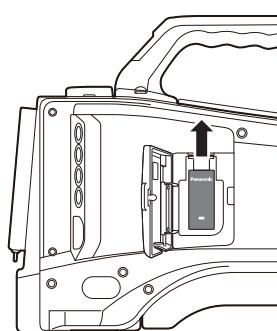

Fig. 3
- 3** Fixez solidement le module sans fil à la borne <USB2.0> (sous-hôte). (Fig. 3)